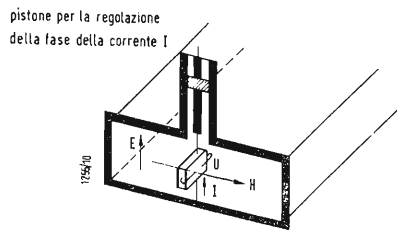

Fig. 5 - Effetto Hall in una guida d'onda.
3) Notiamo che la sonda di Hall provoca delle perturbazioni del campo magnetico inferiore al 10^{-5} poichè la sua permeabilità magnetica è molto prossima a quella del vuoto. D'altra parte la corrente di comando non perturberà la componente normale al piano della placchetta purchè si scelga in modo adatto la disposizione degli elettrodi di comando (fig. 5). Analogamente si possono disporre gli elettrodi di Hall in maniera tale da annullare qualsiasi f.e.m. di induzione causata dalle variazioni di B in funzione del tempo.